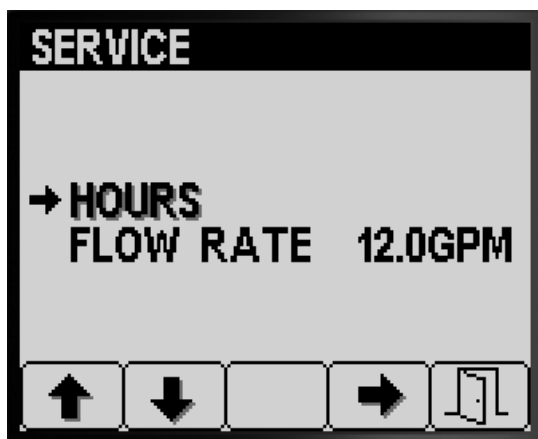

Bild 80
1. Drücken Sie Taste 1 oder Taste 2 auf dem Service-Bildschirm, bis Sie die Option HOURS erreichen (Bild 80).
2. Drücken Sie Taste 4, um den Eintrag „Hours“ auszuwählen (Bild 80).